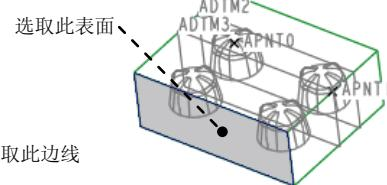

图 28.6 基准平面 ADTM3
Step2. 穿过基准点 APNT1，创建图 28.6 所示的基准平面 ADTM3。操作过程如下：单击 **模具** 功能选项卡 **基准** ▾ 区域中的“平面”按钮 ；选取基准点 APNT1；按住 Ctrl 键，选取图 28.6 所示的坯料表面；在“基准平面”对话框中单击 **确定** 按钮，完成基准平面 ADTM3 的创建。